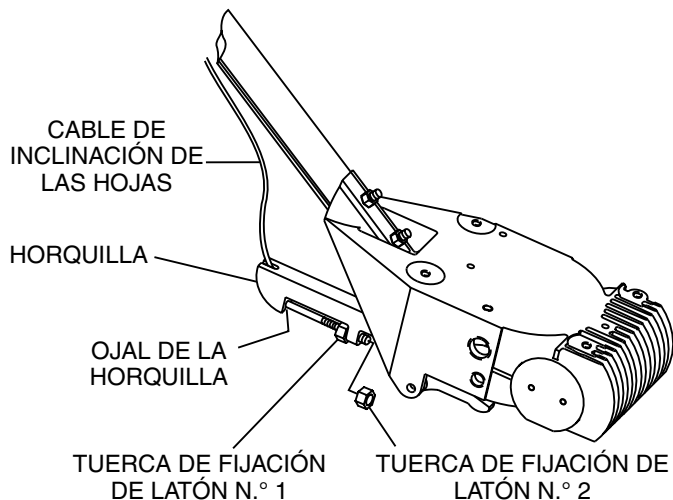

Figura 9. Fijación de la horquilla del cable
13. Inserte el extremo del cable a través del ojal del yugo (Figura 9). Apriete la tuerca de fijación de latón N.º 1 con la mano para quitar la holgura del cable.